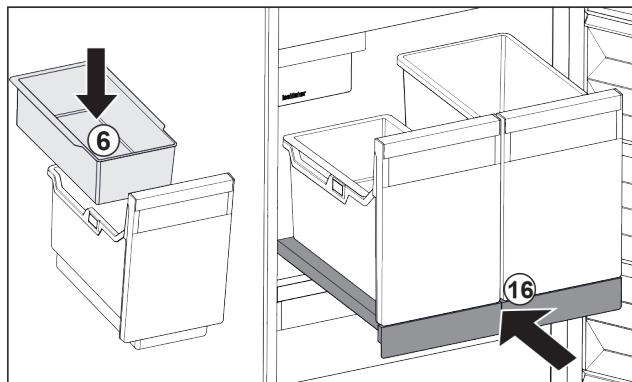

Fig. 25
- ▶ Вставьте навесной лоток *Fig. 25 (6)* для кубиков льда.
- ▶ Вставьте выдвижную панель с контейнером (IceTower). *Fig. 25 (16)*